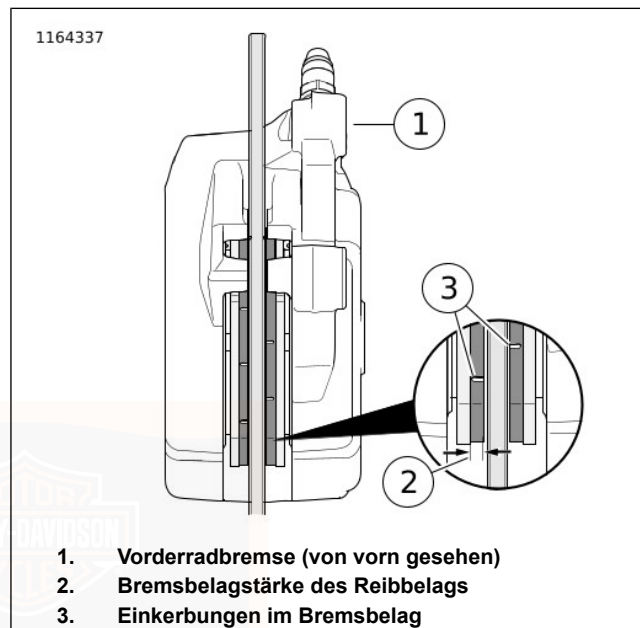
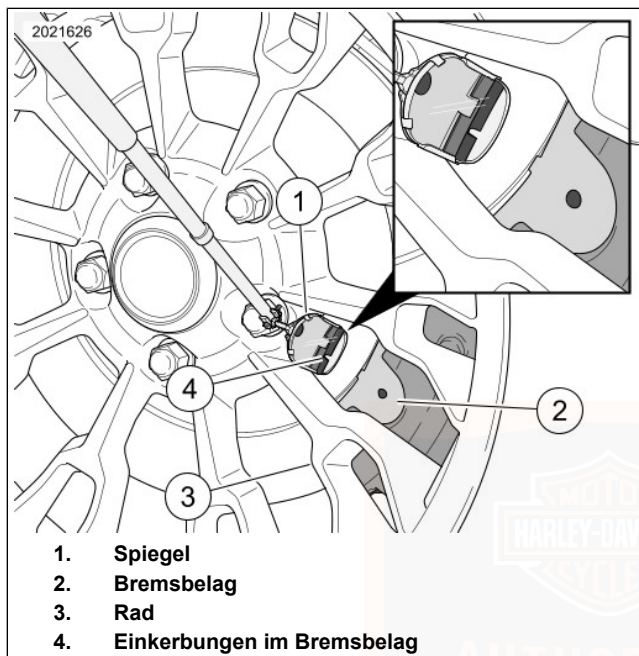

Abbildung 131. Bremsbelagmaterial hinten
Abbildung 132. Bremsbelagmaterial vorn
2. Siehe Abbildung 131 und Abbildung 132. Die Bremsscheibe prüfen, wenn diese gedreht wird. Die Scheibe muss schlagfrei im Bremssattel laufen.